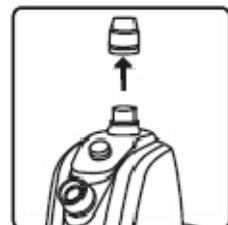

fig.6
2. Dévissez et enlevez la vis de fixation de la tige de la base du T22S. (fig.6)